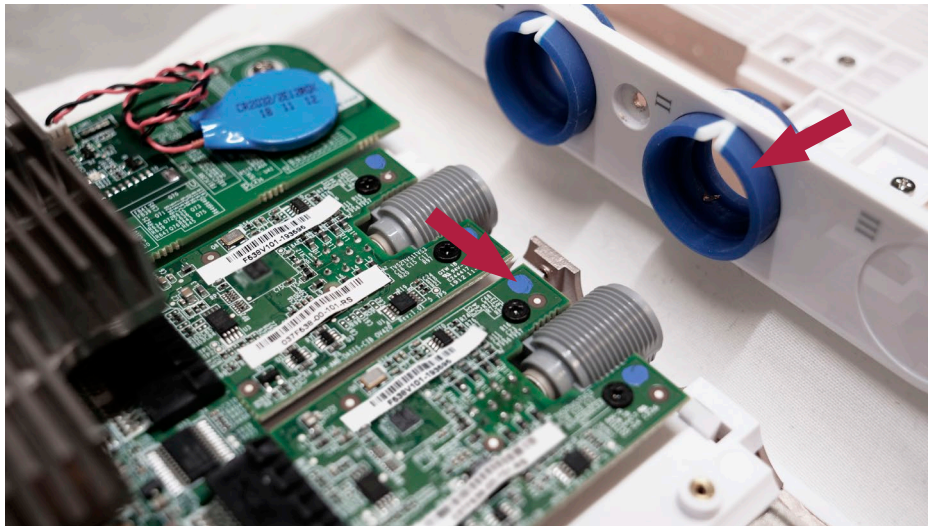

Figura 19 La indicación de color de la placa VDI debe coincidir con el anillo de color
- f) **Asegúrese de que el anillo de color es del mismo color que la indicación de la placa VDI (véase la Figura 19)**
Al volver a montar la carcasa trasera, tenga en cuenta que los puntos de color de las placas VDI (Figura 19) coinciden con los colores de los anillos de color en los que se colocan.